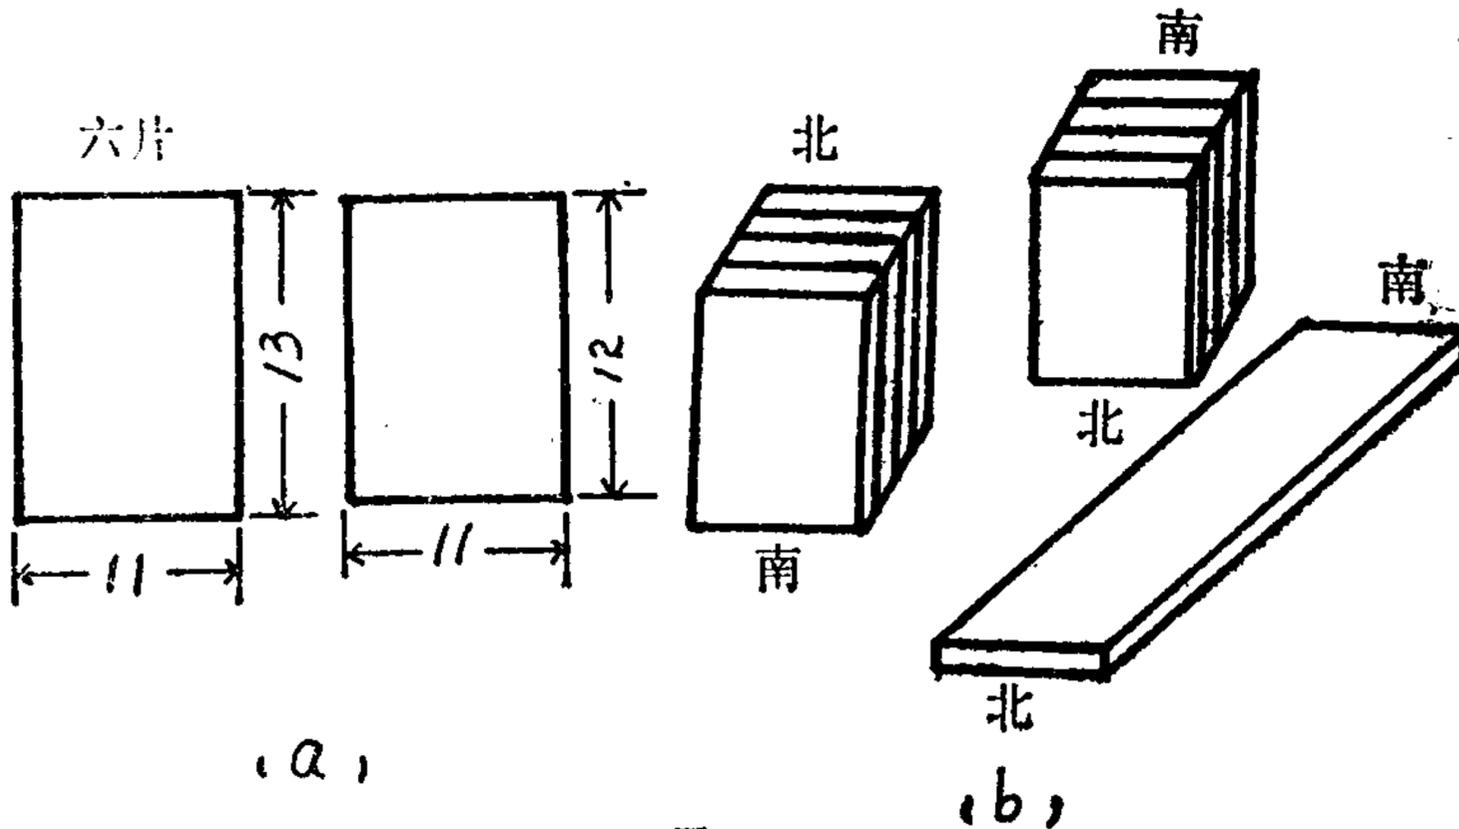

图 8
(5) 磁铁：用废钢锯条，按图 8(a) 尺寸掰断，并用砂轮磨整齐，然后进行冲磁（充磁机制作和冲磁方法附于后）。钢锯片冲磁后，磁极组合如图 8(b)。